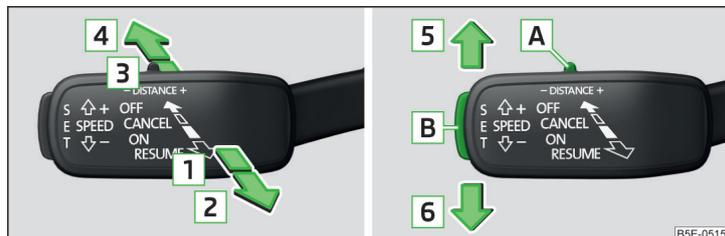

Fig. 142 Palanca de mando
Vista general de las funciones de la ACC que se manejan con la palanca » fig. 142
► Pulse **SET** » fig. 142 de la pág. 115.
► **o:** Ajustar la palanca en la posición con resorte **RESUME** » fig. 142 de la pág. 115.
► Ajustar la palanca en la posición con resorte **CANCEL** » fig. 142 de la pág. 115.
La velocidad deseada se ajusta o se cambia con la palanca de mando » fig. 142 de la pág. 115.
El nivel de distancia al vehículo precedente se puede ajustar con la palanca » fig. 142 de la pág. 115 o en el Infotainment » *Manual de instrucciones Infotainment*.
► Ajustar el conmutador **DISTANCE** en la posición con resorte - o + » fig. 142 de la pág. 115.
Se puede interrumpir una aceleración en todo momento pisando el pedal de freno o pulsando el punto de presión **CANCEL** en la palanca de mando » fig. 142 de la pág. 115.